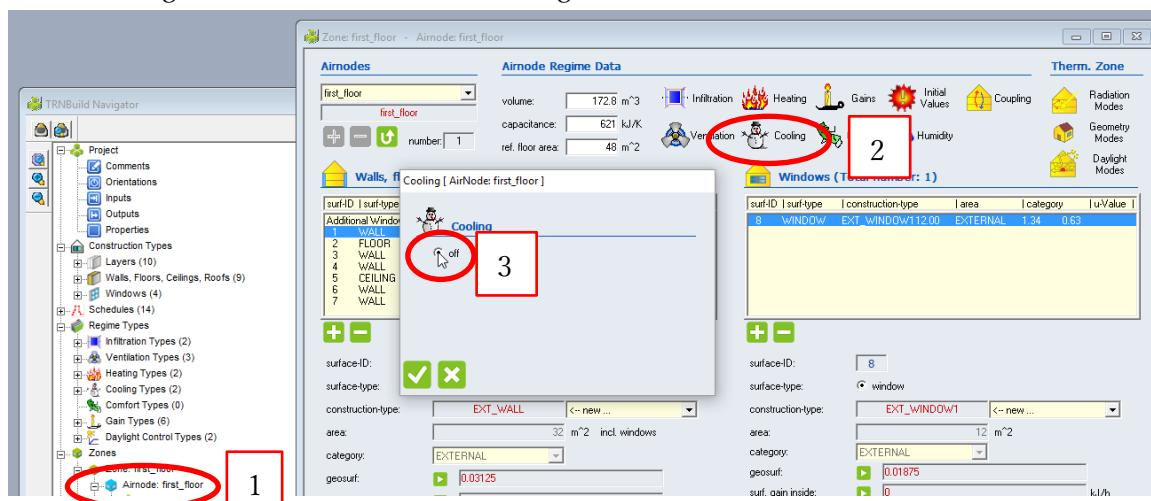

Figure 9.3.2-9: Deactivate cooling in TRNBuild
- Cooling は両方の Zone ともに停止 (Figure 9.3.2-9 に沿ってクリックする)